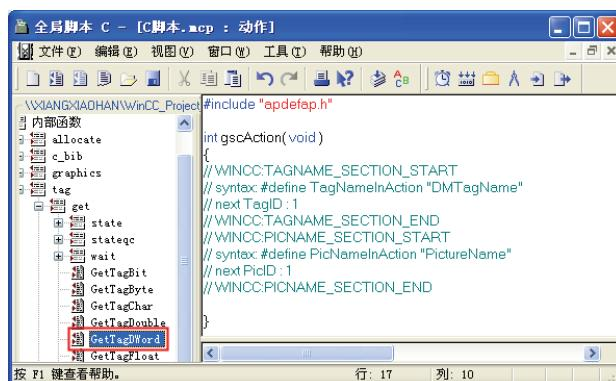

图 9-25 “GetTagDWord”的位置
4) 新建动作。单击全局脚本编辑器上的“新建动作”按钮，程序编辑区会弹出一个有头文件的程序，但具体程序还要读者编写，本例要用到两个内部函数：GetTagDWord 是读取 WinCC 的变量值，对于本例就是读取“C\_fill”，SetTagDWord 写入 WinCC 的变量值，对于本例就是把运算结束的数值写入“C\_fill”中。GetTagDWord 的位置在“内部函数”→“tag”→“get”中查找，如图 9-25 所示。SetTagDWord 在“内部函数”→“tag”→“set”中查找。